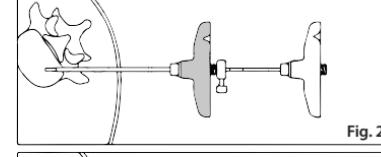

Fig. 2
FIG. 2 Insérez le Chargeur (A) dans la canule coupante mise en place (Introducteur transpédiculaire Preston) jusqu'à ce que la jauge de profondeur du Chargeur (A) entre en contact avec l'extrémité Luer du Chargeur (A) tout en surveillant le flux de ciment sous imagerie.